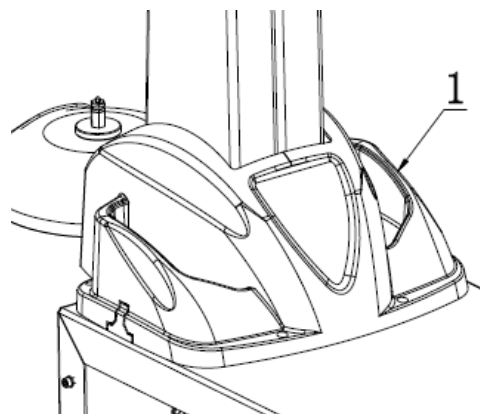

Рис. 8-8
7. Установите защитный кожух (рис. 8-8, поз. 1) на верхний блок колонны. Совместите отверстия и зафиксируйте его, используя 4 винта М6, как на рис. 8-8.